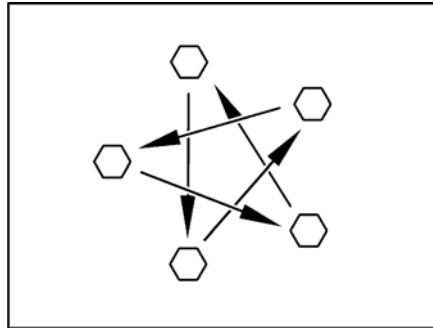

Fig. 319 Apretar las tuercas o los tornillos de las ruedas en forma de cruz
- Comprobar periódicamente que las tuercas o tornillos de las ruedas estén firmemente apretados. Reajustar en forma de cruz (Fig. 319) las tuercas o tornillos después de cambiar una rueda, al cabo de 50 km.
- ▷ Apretar en forma de cruz las tuercas o los tornillos de las ruedas (Fig. 319).